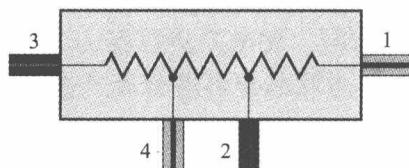

图 1.1 不连续可变电阻器
② 不连续可变电阻器 不连续可变电阻器具有 2 个或 2 个以上供选择的固定电阻值,如图 1.1 所示。将导线连接到电阻器上不同的抽头接线端,就可获得几种不同的电阻值。空调风机上用的电阻器就属于这一类。选择风机风量控制钮,可增加或减少风机串联电路中的电阻值,减小或增加风机的电流,从而选择风机转速。